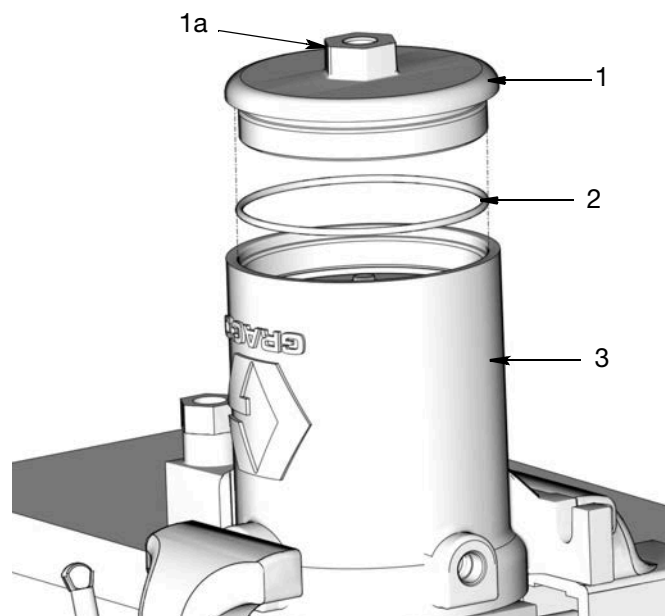

ABB. 35
10. Eine dünne Fettschicht auf den O-Ring (2) der Abdeckung auftragen. Den O-Ring an der Abdeckung (1) anbringen (ABB. 35).
11. Die Abdeckung an der Unterseite des Luftmotorzylinders (3) anbringen. Die Abdeckung mit der Hand herunterdrücken, um die Feder zusammenzudrücken. Die Mutter (1a) mit einem Schraubenschlüssel drehen und die Abdeckung fest anziehen. Dann mit einem Anzugsmoment von 28 bis 32 ft. lbs. (37,9 bis 43,4 N.m) festziehen ABB. 35.